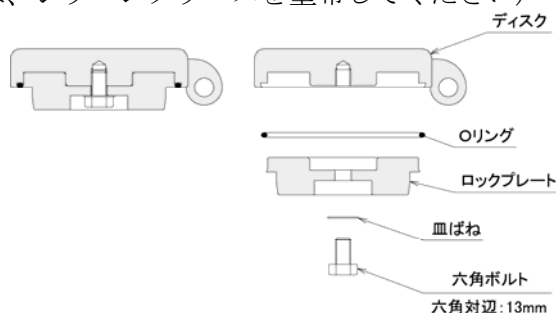

図14. ディスク詳細図
- ⑦ディスクを分解清掃後、Oリングを交換してください。（図14参照）
- ⑧ディスクを組み立ててください。（図14参照）
- ⑨ディスクをバルブ本体に組み付け、⑥で外したヒンジピンを差し込んでください。
- ⑩カバー用パッキンを新品に交換し、⑤で外したカバーを取り付けてください。